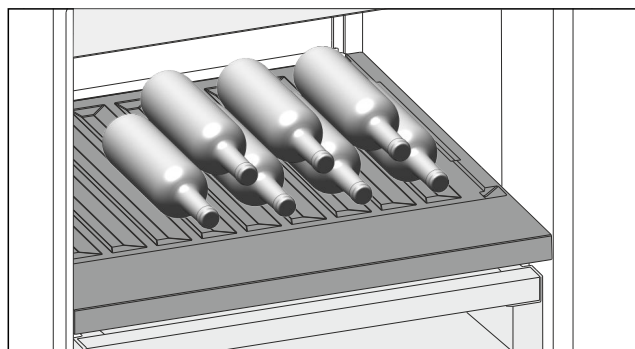

Fig. 128 Représentation à titre d'exemple
- Placer les bouteilles avec le fond orienté vers la paroi arrière de l'appareil. (voir Fig. 128)